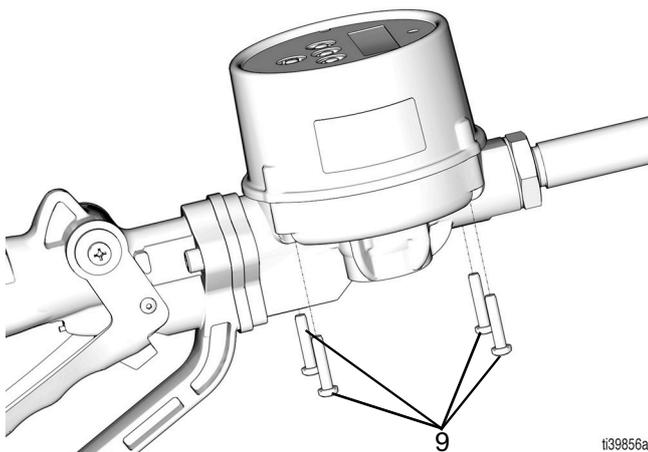

FIG. 7
4. Quite los cuatro tornillos (9) (FIG. 7).
9. Vuelva a poner los cuatro tornillos (9) y apriete a un par entre 1,69 y 2,82 N•m (15 y 25 lb-pulg.), consulte la FIG. 7 en la página 10.